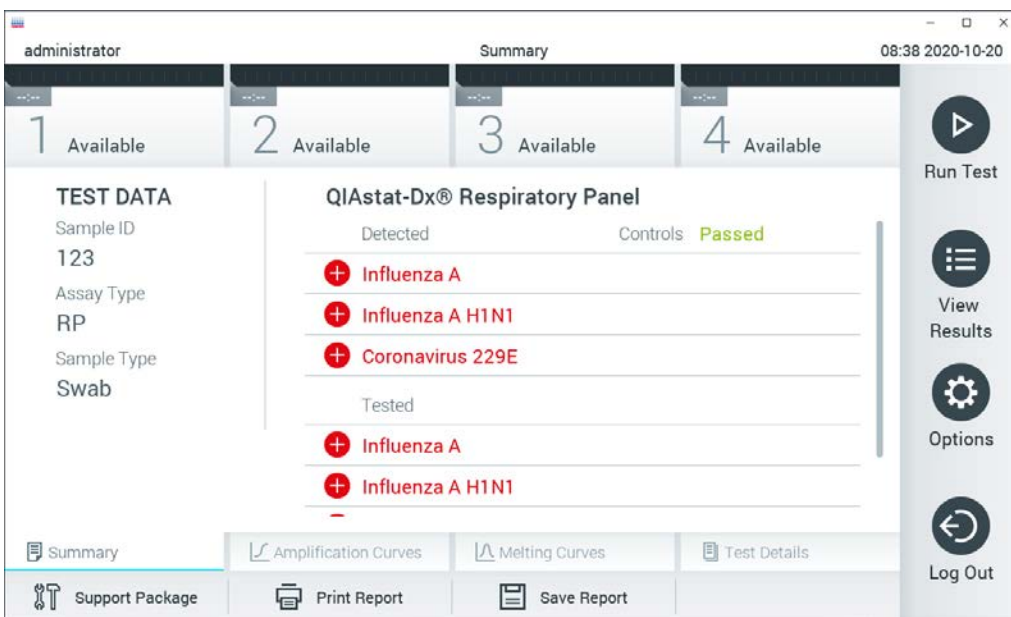

Figura 30. Ecranul Summary (Rezumat) cu rezultatele.
11. După ce cartușul de test QIAstat-Dx a fost scos, va apărea ecranul **Summary** (Rezumat) cu rezultatele (Figura 30). Consultați Secțiunea 5.5 pentru detalii suplimentare.